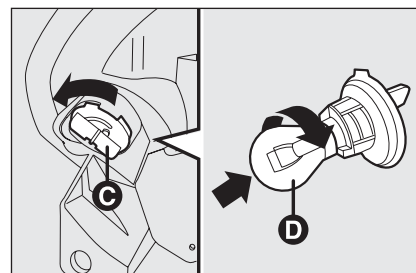

рис. 19/b
- ☐ Удалите крышку/патрон лампы **C-рис. 19/b**, повернув ее против часовой стрелки;
- ☐ Закройте крышку **B-рис. 19/a** и поверните фиксатор **A**.